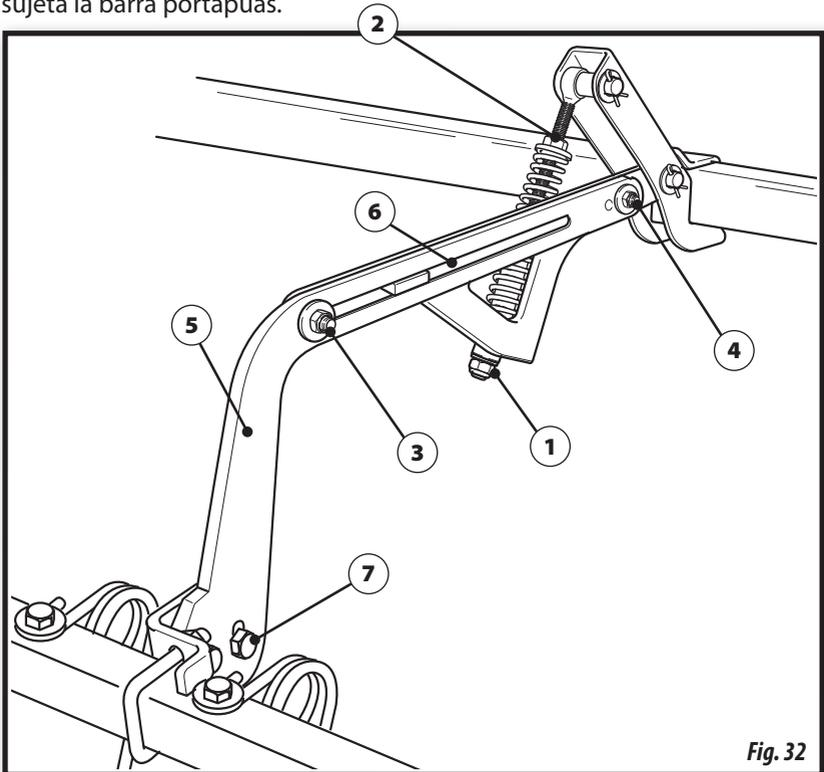

Fig. 32
- 1- En altura, actuando sobre la tuerca inferior (1, fig. 32).
- 2- En presión, mediante la tuerca superior del tensor (2, fig. 32).
- 3- La inclinación de las púas, actuando sobre la corredera (7, fig. 32) que sujeta la barra portapúas.
Aflojar la tuerca (3, fig. 32).
Retirar el tornillo y tuerca (4, fig. 32).
Tirar de la guía (5, fig. 32) hacia atrás y colocar el tornillo y la tuerca el orificio (6, fig. 32) situado en el centro de la guía.